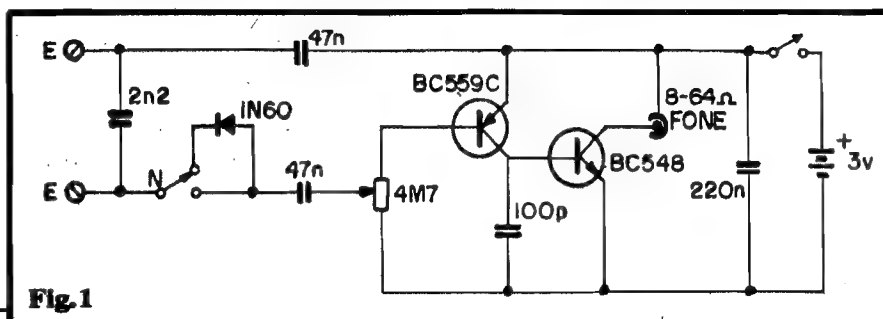

Fig.1
- FIG. 1 - O CIRCUITO - Não mais do que um super-amplificador (super em termos de ganho...) formado por dois transistores em arranjo de acoplamento direto, bastante apropriado para trabalhar em Frequências ultra-baixas... O primeiro transistor recebe, em seu terminal de base, os sinais a serem amplificados. Isso ocorre através do próprio potenciômetro de 4M7 que também exerce, no arranjo, função "polarizadora" da base do BC559C... O coletor desse primeiro transistor é o próprio "alimentador/excitador/polarizador" da base do segundo (BC548), o qual, como carga de coletor, tem um fone magnético comum (impedância entre 8 e 64 ohms) através do qual a tradução eletro-acústica final é feita... Um capacitor de 100p (entre o coletor do BC559C/base do BC548 e a linha de "terra"...) "desvia" eventuais manifestações de alta Frequência, que não nos interessam no EXMBF... Um outro capacitor, este de 220n, desacopla e filtra a própria linha geral de alimentação, proveniente de 2 pilhinhas (total 3V). Os pontos E-E correspondem à Entrada, para ligação da "antena", "sensor" ou captador apropriado (veremos mais adiante). Os sinais de MBF são, inicialmente, filtrados ou "sintonizados" cruamente pelo capacitor de 2n2, e em seguida encaminhados ao bloco ativo (amplificador) do circuito, via par de capacitores de 47n... Notem que todos esses valores foram selecionados para facilitar a seleção e a passagem apenas dos sinais de
- Ligações ao jaque de fone e às duas chavinhas H-H, principalmente à chave CD-SD (com demodulação - sem demodulação) que pode inserir ou retirar o diodo 1N60 do circuito (rever "esquema", na FIG. 1).